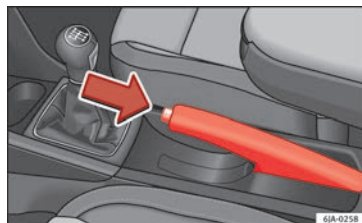

Fig. 174 Console centrale : frein à main.
– Tirez légèrement sur le levier vers le haut et **en même temps** appuyez sur le bouton de desserrage » fig. 174.